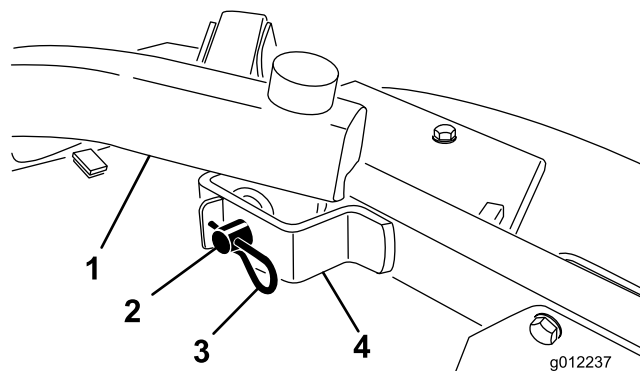

Figura 25
2. Rimuovete le coppiglie a forcina e i perni con testa che fissano i bracci di sollevamento alle staffe dei bracci delle ruote orientabili (Figura 25).